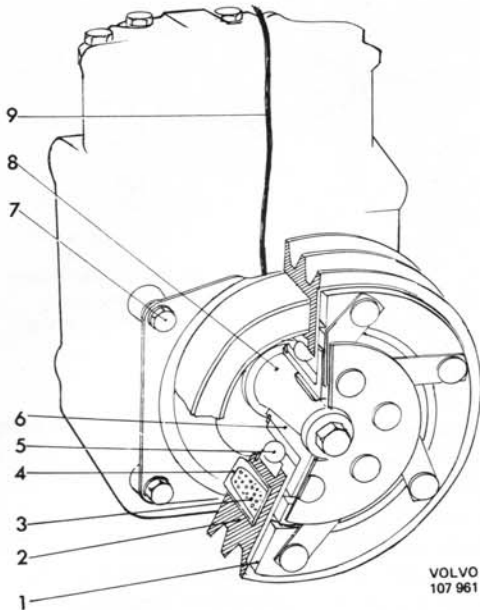
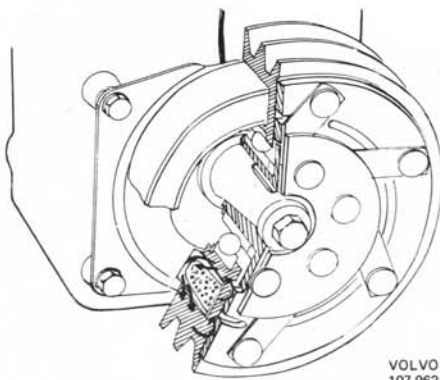

Abb. 14 Kompressorkupplung (Magnetwicklung stromlos)
Abb. 15 Kompressorkupplung (Magnetwicklung stromführend)
Bei der Kompressorkupplung handelt es sich um eine Elektromagnetkupplung mit feststehendem Magneten. Der Elektromagnet besteht aus einer Wicklung (3, Abb. 14), die in einen Kern (4) mit U-Profil eingezogen ist, der dadurch wie ein Hufeisenmagnet funktioniert. Der Drehkörper besteht aus einer drehfest mit der Kompressor-Kurbelwelle 8 verbundenen Nabe (6), einem äußeren Stahlring (1) und einer Riemenscheibe (2). Der Stahlring ist flexibel mit der Nabe vernietet, während die Riemenscheibe über ein Kugellager (5) auf dieser gelagert ist.
Wenn der Motor ohne eingeschaltete Magnetkupplung läuft, dann dreht sich nur die Riemenscheibe (2, Abb. 14). Wird der Stromkreis zur Magnetwicklung über den Betriebsschalter auf der Mittelkonsole geschlossen, dann baut sich ein magnetisches Kraftfeld auf, das den äußeren Stahlring gegen die Riemenscheibe preßt (siehe die Richtungspfeile, Abb. 15). Das zwischen Riemenscheibe und Stahlring entstehende Reibmoment bewirkt, daß die Kompressor-Kurbelwelle dann in der Richtung der Riemenscheibe mitdreht.